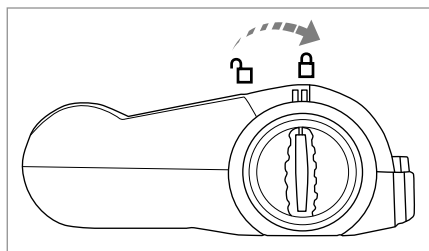

Fig. 9
- 5) Insira o Rolo de escovas **18** no Bocal para chão **16** e rode o Desbloqueio do rolo de escovas **17** em direção ao símbolo  (fechado) (fig. 9).